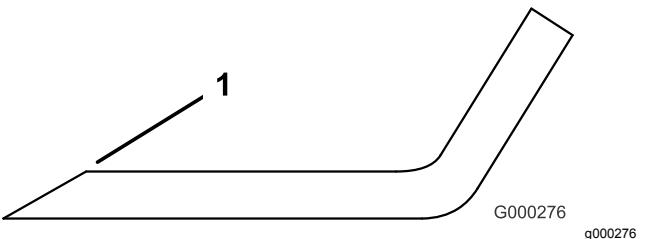

Figure 119
3. Examinez les tranchants de toutes les lames et aiguissez-les s'ils sont émoussés ou ébréchés (Figure 119).
Remarque: N'aiguisez que le haut du tranchant et conservez l'angle de coupe d'origine pour obtenir une coupe nette (Figure 119). Limez la même quantité de métal sur les deux tranchants pour ne pas déséquilibrer la lame.